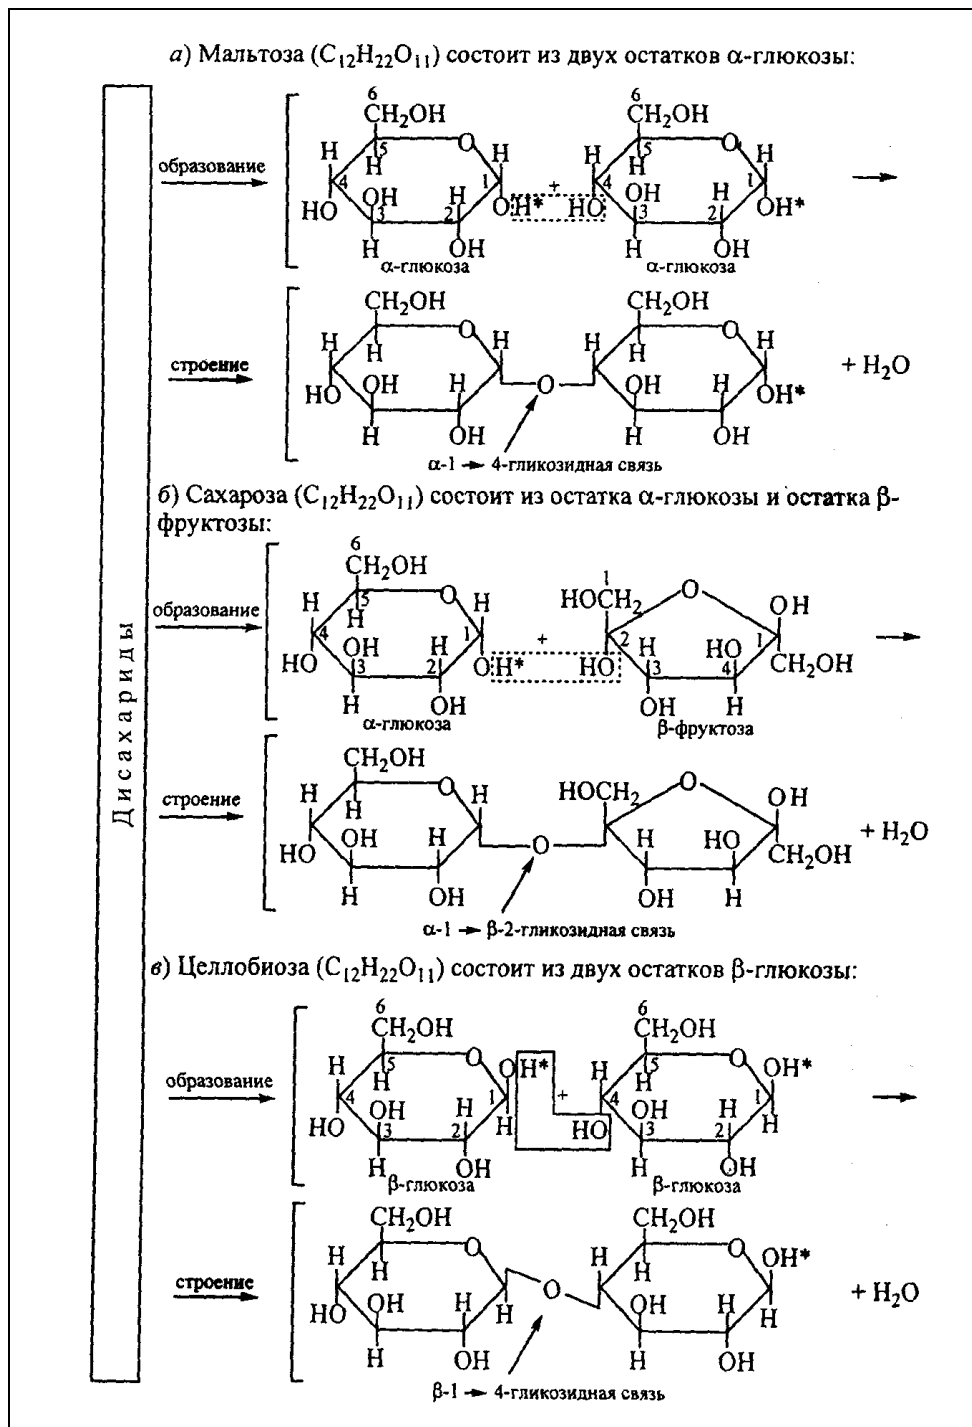

Рис. 4.5. Образование и строение молекул дисахаридов
К дисахаридам С₁₂Н₂₂О₁₁ относятся сахароза (свекловичный или тростниковый сахар), мальтоза (солодовый сахар) и целлобиоза. Строение молекул этих дисахаридов показано на рис. 4.5. Как видно из рис. 4.5, дисахариды являются продуктами конденсации двух моносахаридов, находящихся в циклической форме: мальтоза состоит из двух остатков α -глюкозы, сахароза – из остатка α -глюкозы и остатка β -фруктозы, целлобиоза – из двух остатков β -глюкозы.
| Сахароза – белое кристаллическое вещество, хорошо растворимое в воде, сладкое на вкус. В природе содержится в соке сахарной свеклы (16-20 %) и сахарного тростника (до 26%), а также в малых количествах в плодах и листьях растений | <p>1. Реакции с участием гидроксильных групп:</p> $C_{12}H_{20}O_9 \begin{array}{c} \text{OH} \quad \text{OH} \\ \diagdown \quad \diagup \\ \text{---} \quad \text{---} \\ \diagup \quad \diagdown \\ \text{OH} \quad \text{OH} \end{array} + \begin{array}{c} \text{---} \\ \diagdown \quad \diagup \\ \text{---} \quad \text{---} \\ \diagup \quad \diagdown \\ \text{---} \end{array} \text{Cu} \longrightarrow$ <p align="center">сахароза</p> $\longrightarrow C_{12}H_{20}O_9 \begin{array}{c} \text{O} \\ \diagdown \quad \diagup \\ \text{---} \quad \text{---} \\ \diagup \quad \diagdown \\ \text{O} \end{array} \text{Cu} + 2H_2O$ <p align="center">сахарат меди (II)</p> <p>2. Реакция гидролиза:</p> $C_{12}H_{22}O_{11} + H_2O \xrightarrow{H_2SO_4, t} C_6H_{12}O_6 + C_6H_{12}O_6$ <p align="center">α-глюкоза β-фруктоза</p> <p>Гидролиз сахарозы может идти и под воздействием ферментов.</p> <p>3. В молекуле сахарозы нет альдегидной группы, и поэтому она не дает реакцию "серебряного зеркала" и не восстанавливает $Cu(OH)_2$ до Cu_2O</p> | <p>1. В промышленности сахарозу получают из сахарной свеклы или сахарного тростника с выделением раствора сахарата кальция, через который пропускают газ CO_2:</p> $C_{12}H_{20}O_9 \begin{array}{c} \text{O} \\ \diagdown \quad \diagup \\ \text{---} \quad \text{---} \\ \diagup \quad \diagdown \\ \text{O} \end{array} \text{Ca} + CO_2 + H_2O \longrightarrow$ <p align="center">сахарат кальция</p> $\longrightarrow CaCO_3 + C_{12}H_{22}O_{11}$ <p align="center">сахароза</p> <p>По окончании реакции отделяют раствор сахарозы от $CaCO_3$ и из раствора выпаривают воду, получая при этом кристаллическую сахарозу.</p> <p>2. Реакция межмолекулярной дегидратации моносахаридов (рис. 4.5)</p> | <p>1. Пищевая промышленность.</p> <p>2. Сырье для производства поверхностно-активных веществ (ПАВ) (эфиры сахарозы и высших жирных кислот).</p> <p>3. Фармацевтическая промышленность</p> |